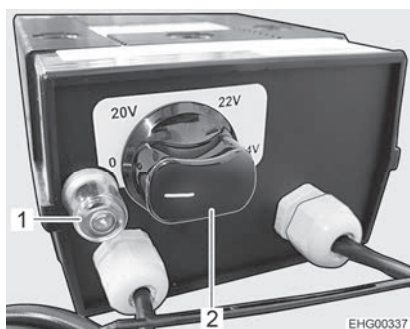

Fig. 179 Regulador para calentamiento eléctrico del piso
- Girar el regulador giratorio (Fig. 179,2) al nivel de calefacción deseado.
- Girar el regulador giratorio (Fig. 179,2) a la posición "0".
Cuando se sobrecarga el regulador, se activa la protección contra sobrecargas. El perno (Fig. 179,1) salta hacia fuera.
- Hundir el perno (Fig. 179,1) en la protección contra sobrecargas cuando se haya enfriado el regulador.